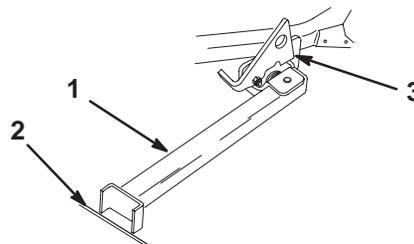

Figure 31
4. Posez le pied du support sur le sol et appuyez le verrou sur la languette de pivot (Fig. 31).
Remarque : Pour de meilleurs résultats, placez le pied du support dans des anfractuosités du trottoir ou du gazon (Fig. 31).
6. Montez la machine sur le support. Arrêtez-vous quand le verrou retombe sur la languette en position verrouillée (Fig. 31). Une fois la machine en place sur le support, serrez le frein de stationnement et coupez le moteur.